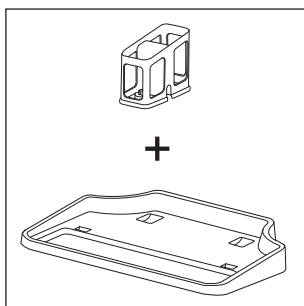
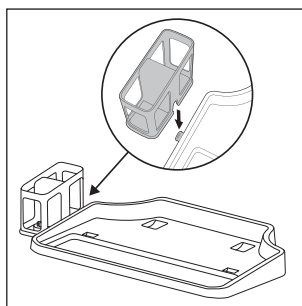

Fig. 4
Fig. 5
- ♦ O suporte de armazenamento e limpeza é composto por uma base de imobilização ❶ e um suporte de rolo de escova ❷ (ver fig. 4). Para montar o suporte de armazenamento e limpeza, desloque o suporte do rolo de escova ❷ lateralmente para a abertura existente na base de imobilização ❶. Desloque o suporte do rolo de escova ❷ para baixo, até este encaixar de forma audível na abertura e ficar devidamente fixo na base de imobilização ❶ (ver fig. 5).